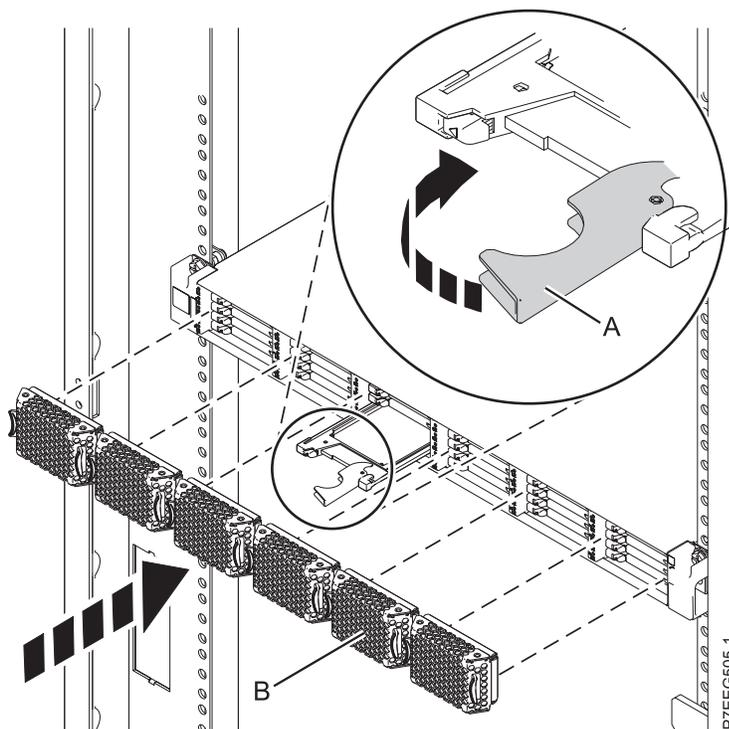

Figura 48. Sustitución de una unidad de estado sólido en Alojamiento de almacenamiento PCIe de EDR1.
4. Cuando parpadee el LED de identificación de la unidad de estado sólido, deslice la unidad de estado sólido hasta el fondo de Alojamiento de almacenamiento PCIe de EDR1 y asegúrese de que queda totalmente encajada. A continuación, gire el asa (A) hasta la posición de bloqueo. Consulte Figura 48.
5. Instale la placa frontal (B).